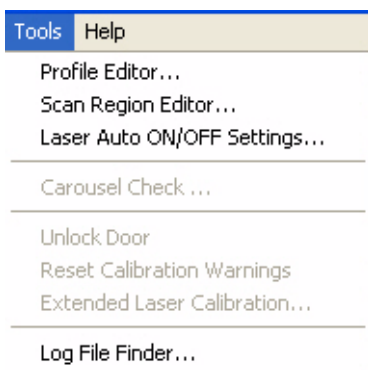

Figura 27 Menú Tools (Herramientas)
- 1 Seleccione **Tools (Herramientas) > Profile Editor (Editor de perfiles)** en la barra de menú (Figura 27).
- Seleccione **Tools (Herramientas) > Scan Region Editor (Editor de región de barrido)** en la barra de menús (Figura 27).